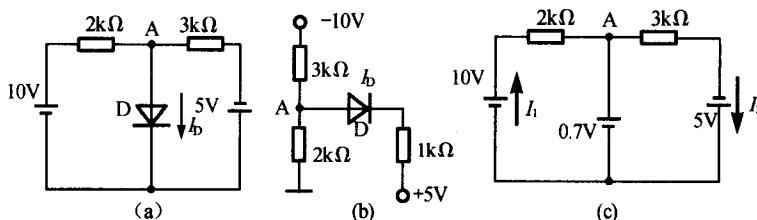

图 14.9
14.2.3 如图14.9(a)、(b)所示的电路中,设二极管导通时的正向压降 $U_D = 0.7V$ 。计算流过二极管电流 $I_D$ 。
**解:** (a) 将D开路, $U_A = \frac{10+5}{2+3} \times 3 - 5 = 4V$ ,D导通画出其等效电路如图14.9(c)